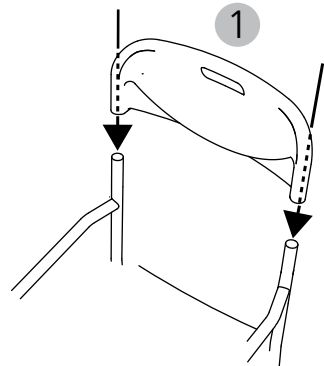

Abb. 8
4. Um die Montage vom 9401-A (Duschstuhl) abzuschließen wird der Rücken auf die Seitenteile montiert. Dafür die Rückenlehne mit beiden Händen seitlich anheben. Im nächsten Schritt die Rückenlehne bis zum Anschlag auf die Rückenrohre der Seitenteile schieben. (Abb. 8, 1).